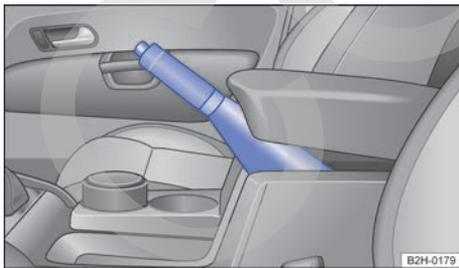

Fig. 105 Entre los asientos delanteros: freno de mano.
- Tire ligeramente de la palanca del freno de mano hacia arriba y presione el botón de bloqueo ⇒ fig. 105 (flecha).